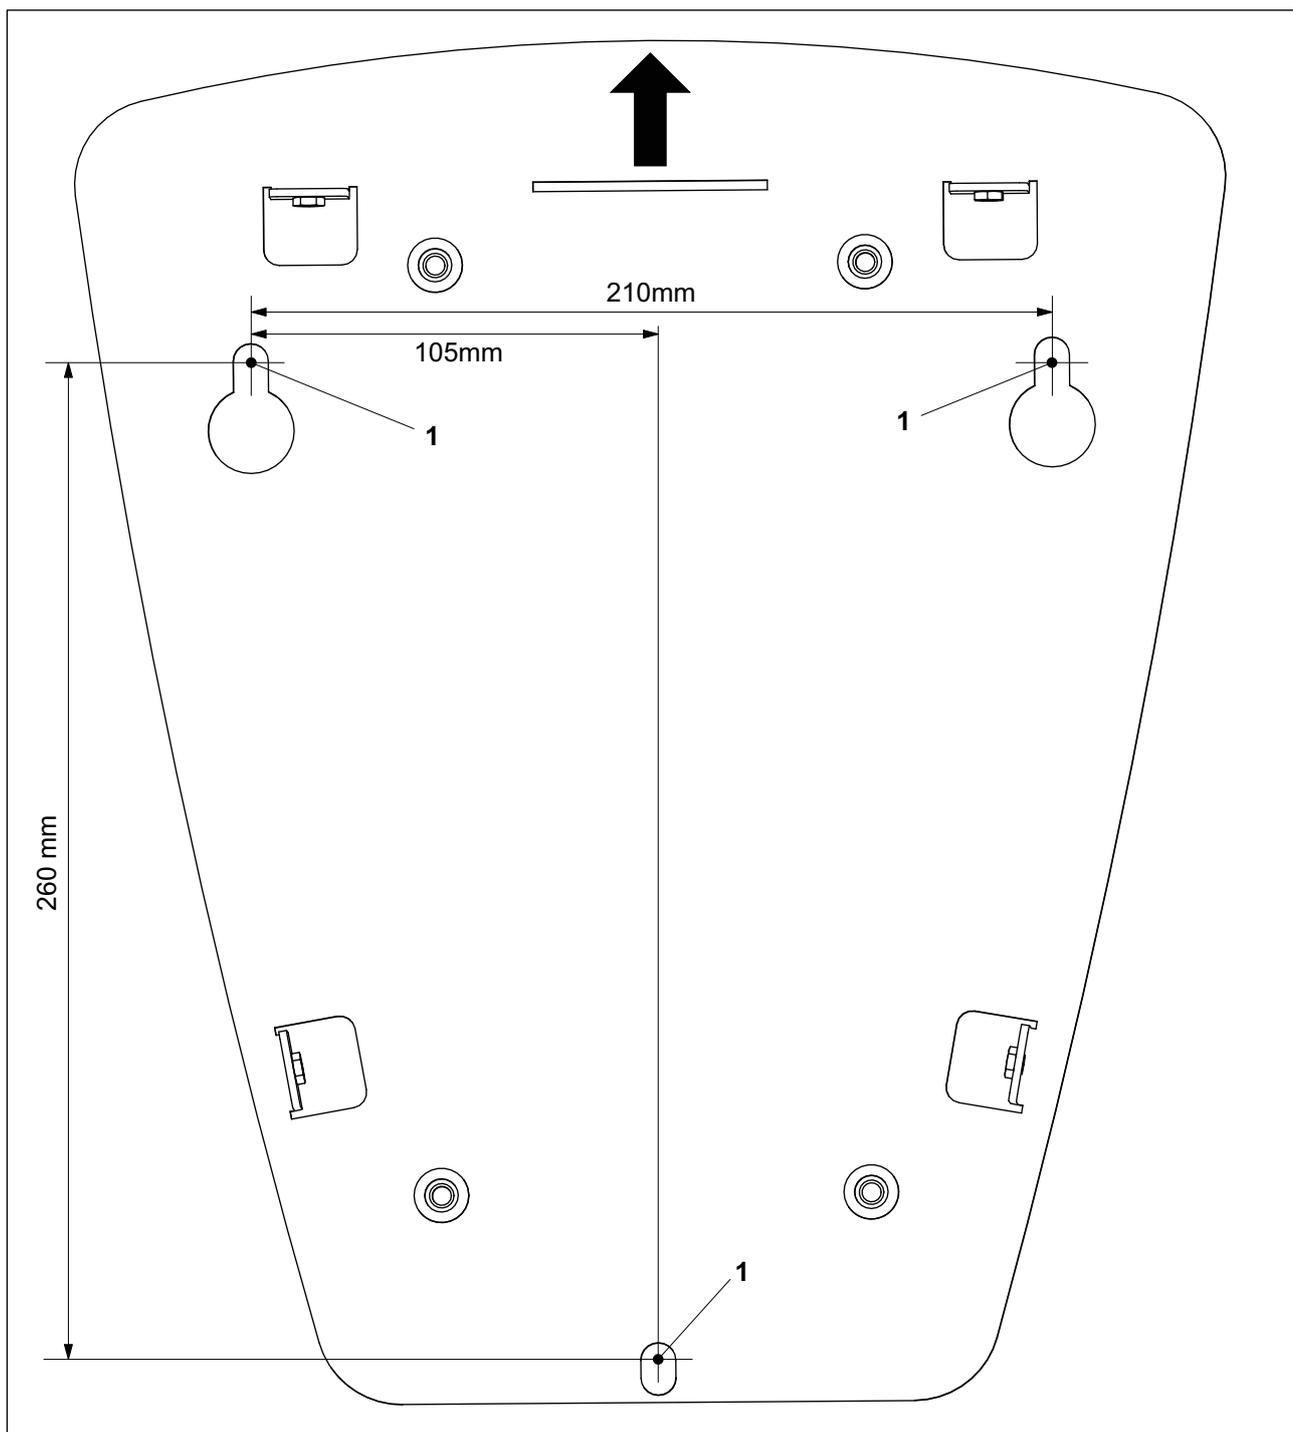
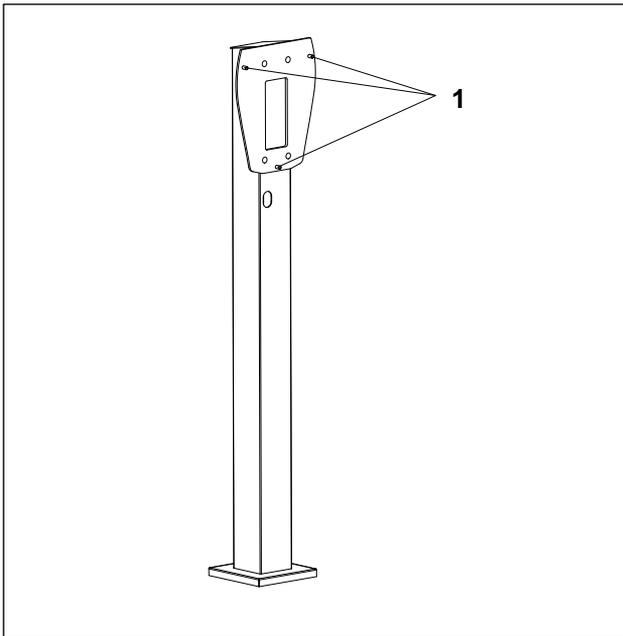

Abb. 1 Bohrplan der Wallbox Sunbraincar
Abb. 3 Stele mit drei Anschraubpunkten
1. Die drei Befestigungsbohrungen (Abb. 1/1) laut Bohrplan anzeichnen.
1. Anschraubplatte der Wallbox (Abb. 1/1) in die drei Stehbolzen der Stele (Abb. 3/1) einhängen.
2. Die drei Muttern (Beipack Stele) auf die Stehbolzen (Abb. 3/1) aufschrauben und festziehen (12 Nm).